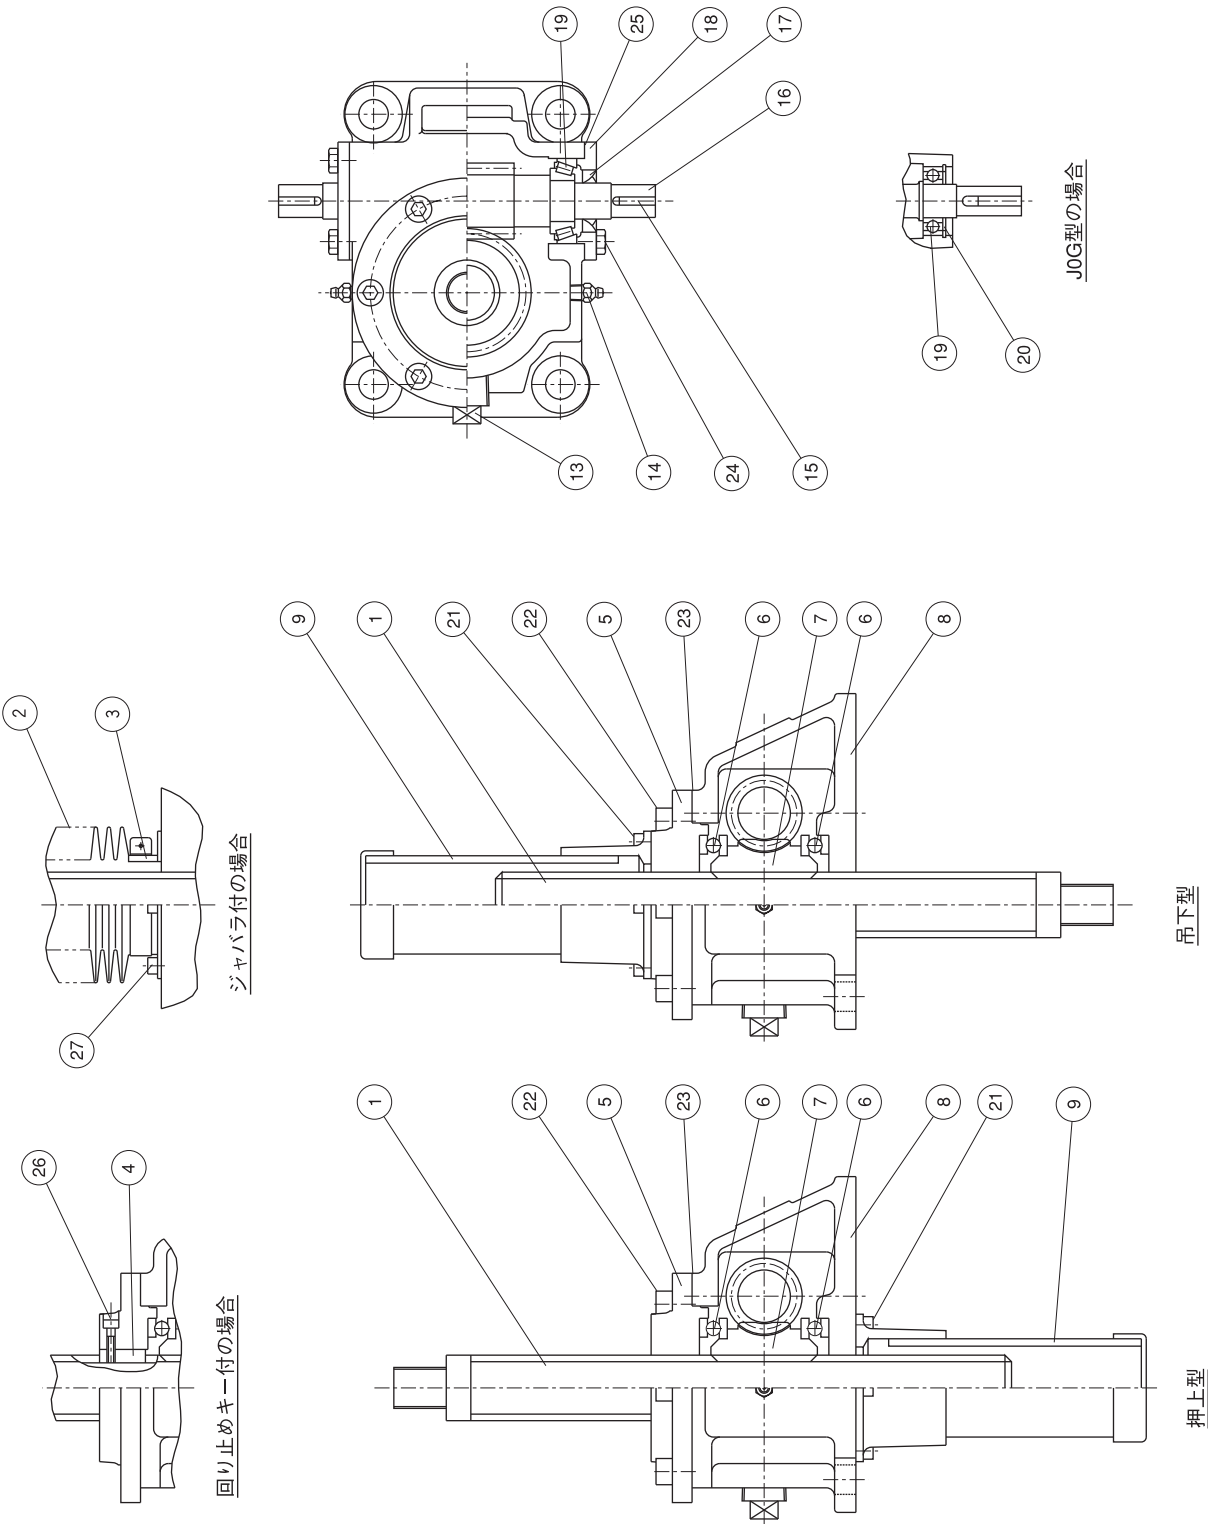
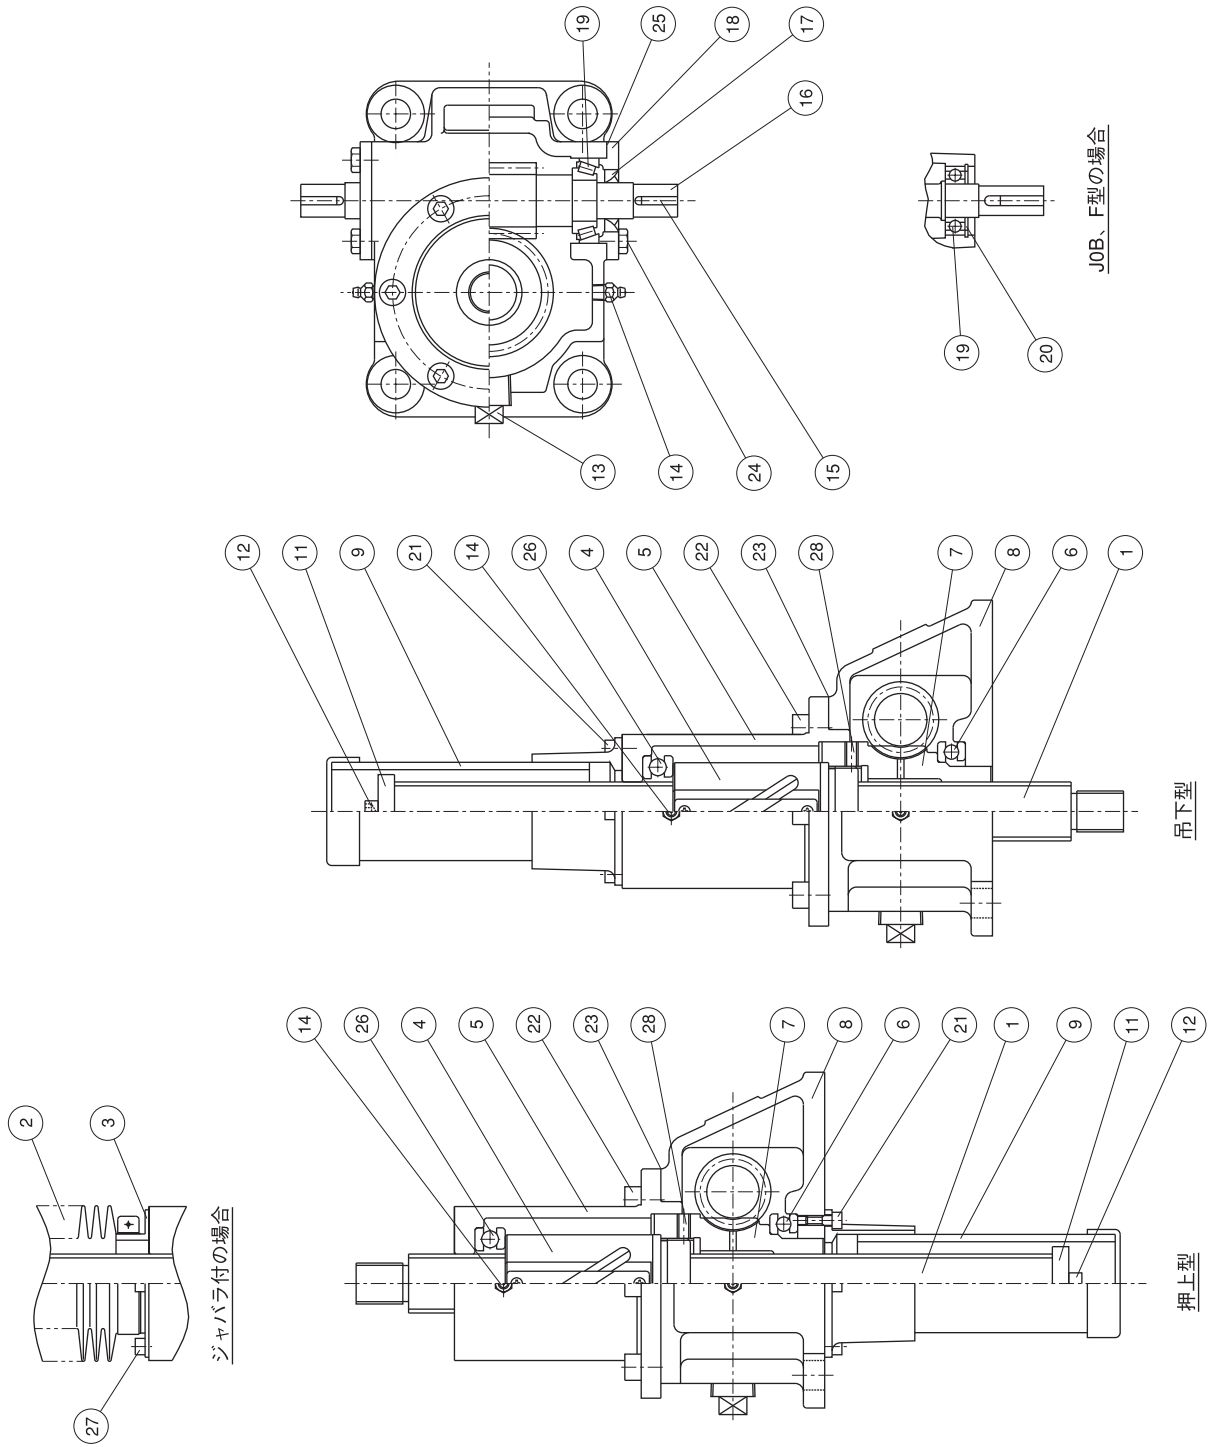

図1 軸昇降型スクリュージャッキ
図4 軸昇降型ボールスクリュージャッキ
基本構造はグリース潤滑用の図1、図4と変わりませんが、ウォームホイール上下にオイルシールを設けてあります。納入時ギアハウジング内には潤滑油を入れてありませんので推奨潤滑油をご購入のうえ規定量入れてください。使用潤滑油はAGMA7EP (ISO番号VG460ギア油)で、メーカ別相当品、枠番別油量は表5、表6の通りです。
8. スクリュージャッキ及びボールスクリュージャッキの構造を図1～5に示します。